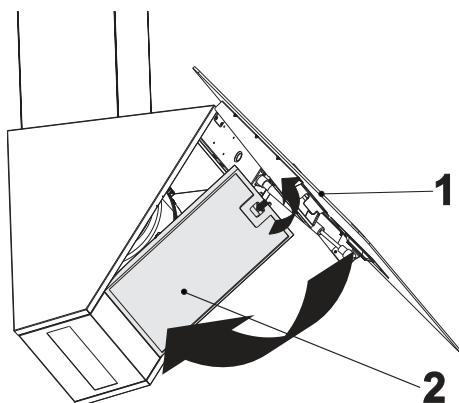

Abb. 19: Einsetzen des Metallfettfilters
9. ➔ Setzen Sie den Metallfettfilter wieder in die Dunstabzugshaube ein (Abb. 19).